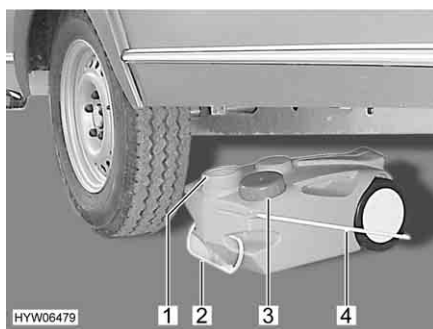

Fig. 143 Serbatoio delle acque grigie, mobile
- Chiudere l'apertura del serbatoio delle acque grigie (Fig. 143,1) con il coperchio (Fig. 143,3).
- Estrarre il serbatoio delle acque grigie tramite la maniglia (Fig. 143,2).
- Sollevare verso l'alto la maniglia da asporto (Fig. 143,4) e posizionare verticalmente il serbatoio delle acque grigie.